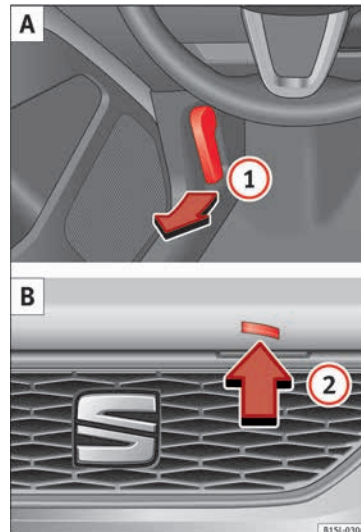

Abb. 8 A: Entriegelungshebel im Fußraum auf der Fahrerseite. B: Entriegelungshebel an der Motorraumklappe.
• Entriegelungshebel ① in Pfeilrichtung ziehen » **Abb. 8 A**. Die Motorraumklappe springt durch Federkraft aus der Verriegelung des Schlossträgers » **⚠ in Vorbereitungen zu Arbeiten im Motorraum auf Seite 198**.
• Motorraumklappe etwas anheben und gleichzeitig den Entriegelungshebel ② **B** in Pfeilrichtung drücken, um die Motorraumklappe vollständig zu öffnen.
• Klappenstütze in Pfeilrichtung aus der Halterung ③ **C** an der Motorraumklappe nehmen und in die dafür vorgesehene Öffnung setzen ④ **D** (Pfeil).